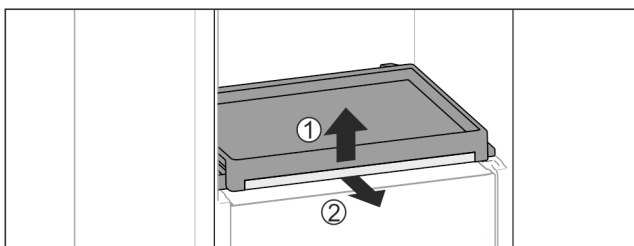

Fig. 31
- ▶ Auszugsbord mit Glasplatte entnehmen: Glasplatte vorne leicht anheben Fig. 31 (1) und nach vorne herausziehen Fig. 31 (2).